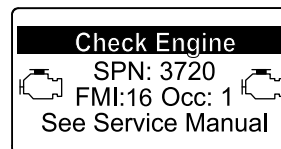

Figura 75
- Si se muestran los fallos CHECK ENGINE SPN 3251 FMI 0 (Comprobar motor spn 3251 fmi 0), CHECK ENGINE SPN 3720 FMI 0 (Comprobar motor spn 3720 fmi 0) o CHECK ENGINE SPN 3720 FMI 16 (Comprobar motor spn 3720 fmi 16) en el InfoCenter (Figura 75), limpie el filtro de hollín siguiendo los pasos indicados a continuación: